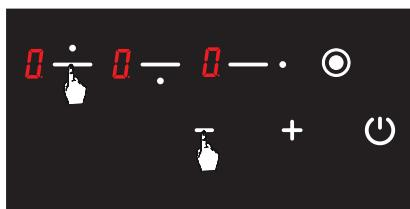

Рис. 14
1. Одночасно натисніть кнопку вибору верхньої лівої конфорки (■) і кнопку «мінус» (−), після чого пролунає короткий попереджувальний сигнал (Див. рис. 14). Потім зніміть пальці з панелі керування плитою.